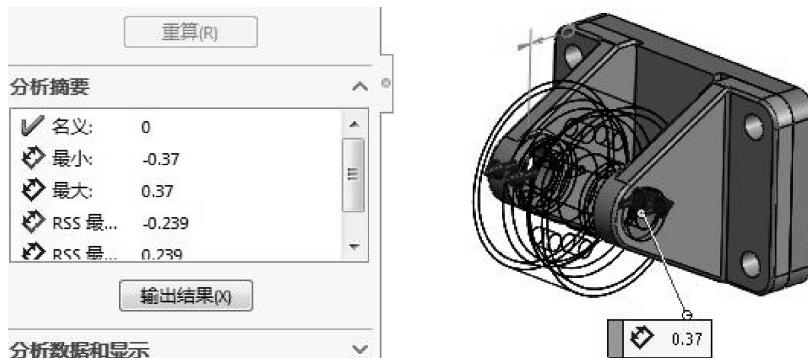

图 5-71 重新计算结果
- 在【分析参数】选项区中单击【重算(R)】按钮，重新计算，结果如图 5-71 所示。